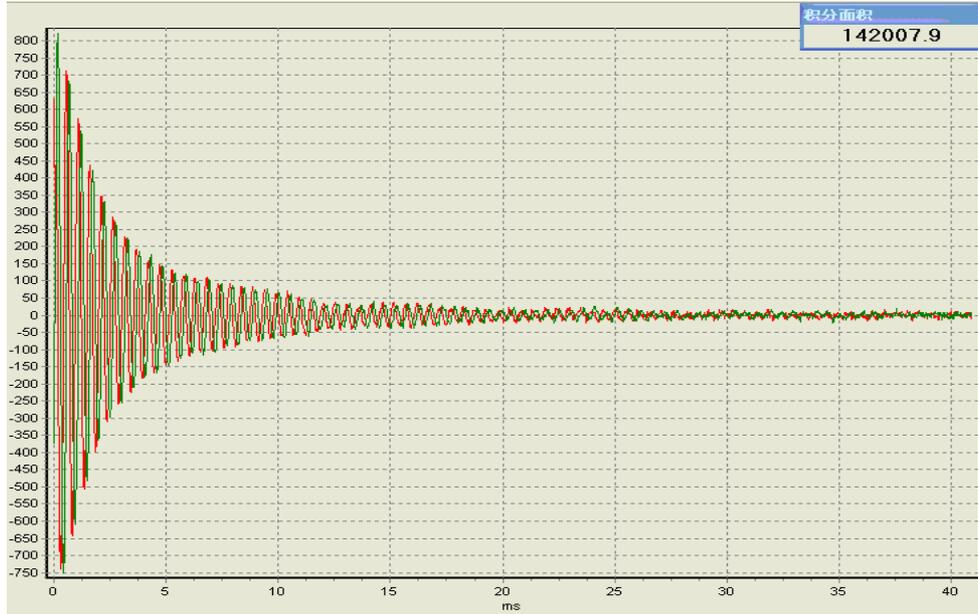

图 12
6、改变 SW 的值，即谱宽(见图 5)，分别设定 SW 为 12、25、50、100，观察 FID 信号的变化规律。把 SW 设为 50 时，效果如图 12 所示。